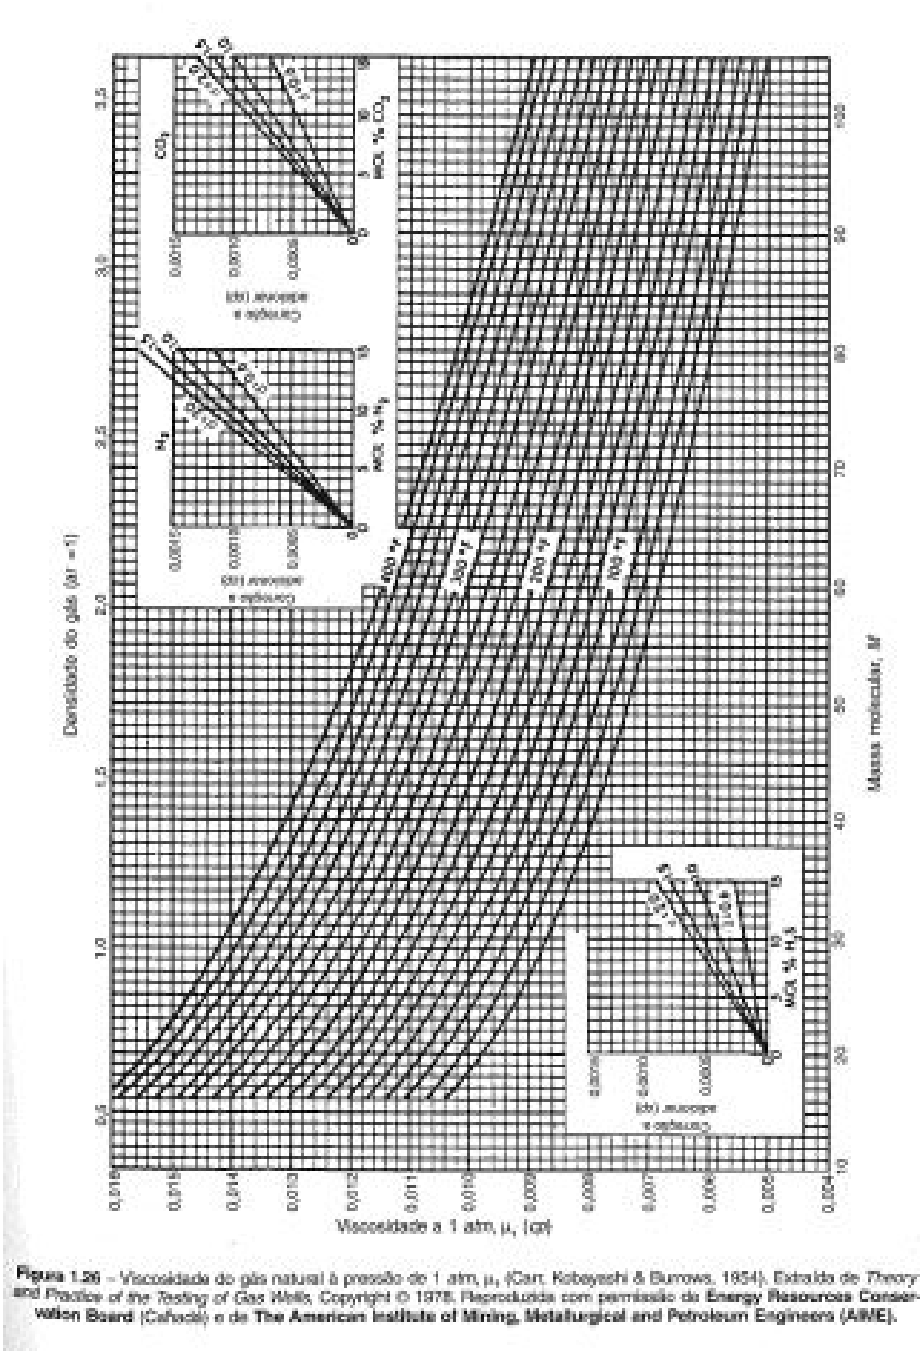

Figura 6.6: Gráfico de viscosidade do gás natural de 1 atm (Carr, Kobayashi e & Burrows, 1954).
- (l) A viscosidade a 222,5 °F e 1 atm. A partir da figura 6.6, para $M_a=44$, $T=222,5 \text{ } ^\circ F$, $\mu_1=0,012 \text{ cp}$